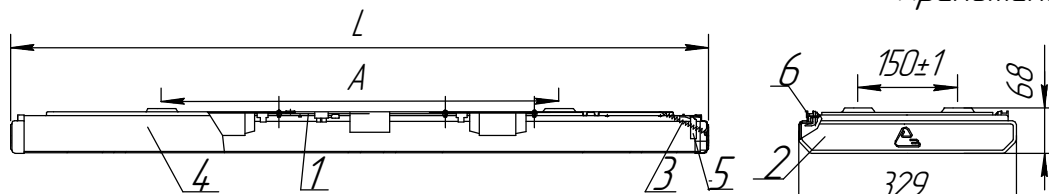

Рисунок. 1. 1. Корпус в сборе. 2. Крышка. 3. Пружина. 4. Рассеиватель. 5. Патрон. 6. Зажим.
4.2 Светильники в соответствии с Рис.1 состоят из корпуса поз.1 в котором размещена электрическая схема, двух торцевых крышек поз.2, которые крепятся к корпусу с помощью четырех пружин поз.3 и рассеивателя поз.4.